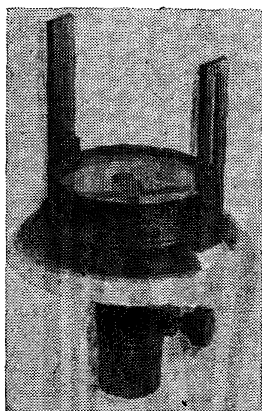

Рис. 1. Буссоль БС-2
1.16. Буссоль с диоптрами БС-2 (рис. 1) предназначена для определения азимутов направлений и измерения горизонтальных углов. Применяется для ориентирования и в рекогносцировочных работах.